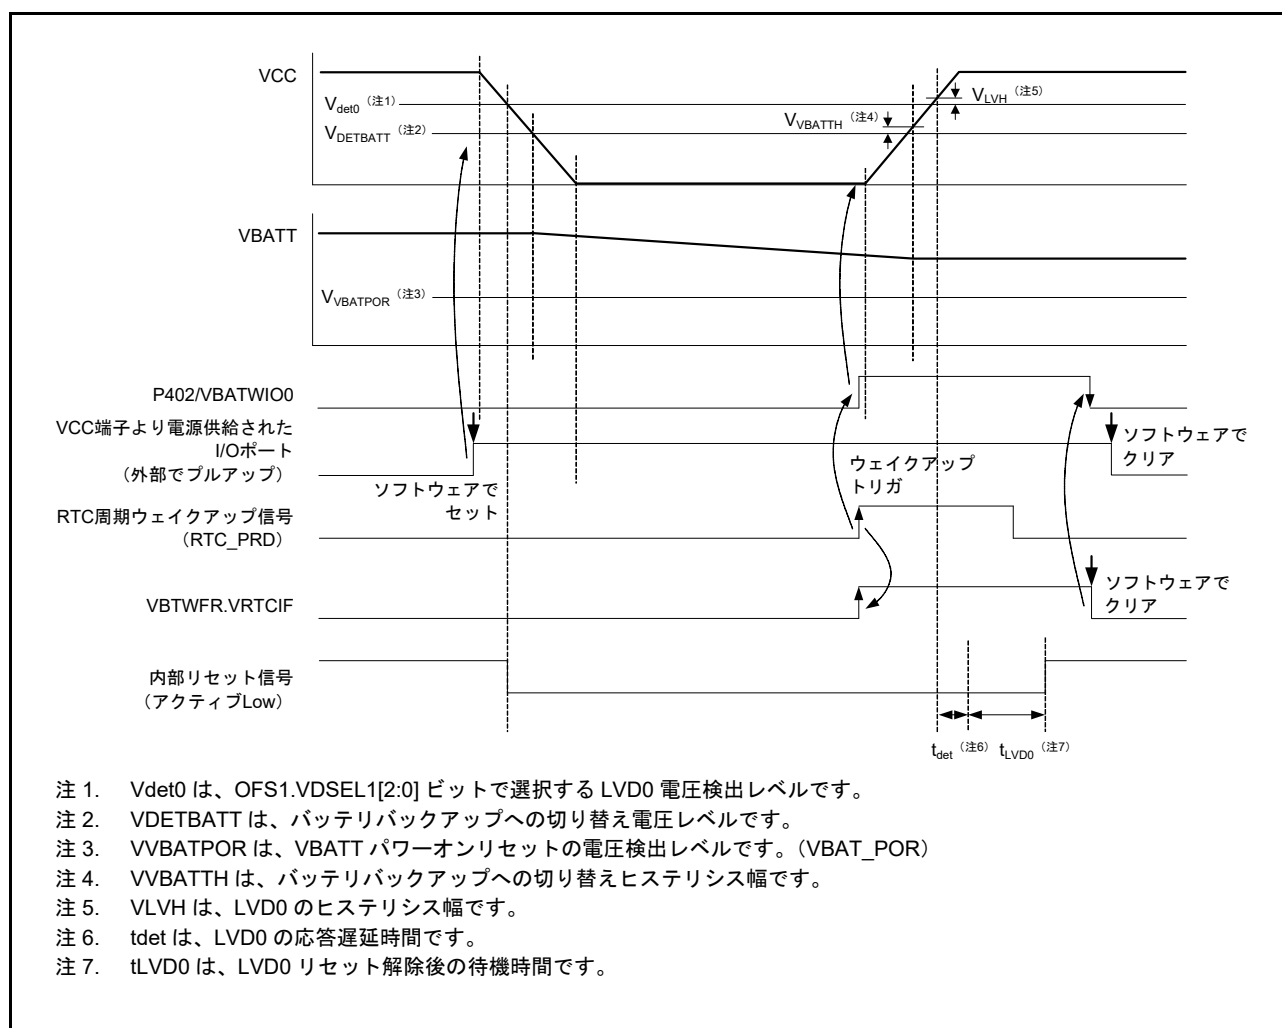

図 12.5 VBAT ウェイクアップ機能のタイミング図
3. VBTWFR レジスタを読み出して、VBATT ウェイクアップトリガ要因を確認します。図 12.5 の例では、VBTWFR.VRTCIF ビットが 1 になります。
4. VBTWFR レジスタの対応するビットを 0 にクリアすると、VBATWIO0 ポートでトグル出力が開始されます。図 12.5 の例では、VBATWIO0 ポートは High から Low にトグルします。